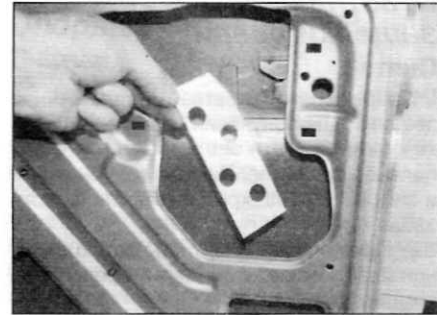

Рис. 14.13. Извлеките замок и снимите разделительную пластину
- 13 Извлеките замок и снимите разделительную пластину (рис. 14.13).